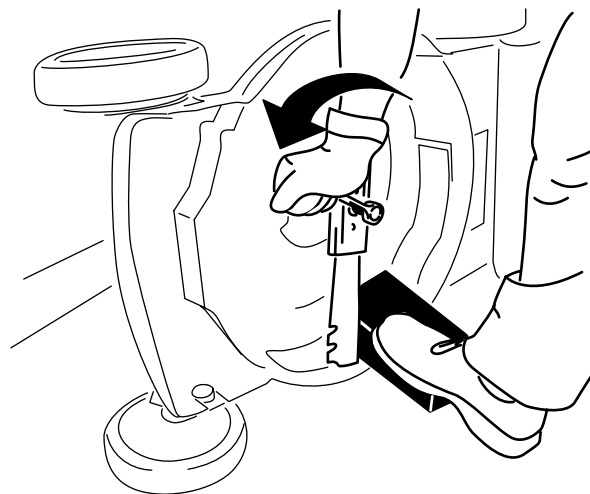

Figura 28
2. Utilice un bloque de madera para inmovilizar la cuchilla (Figura 28).
3. Retire la cuchilla, conservando todos los herrajes de montaje (Figura 28).